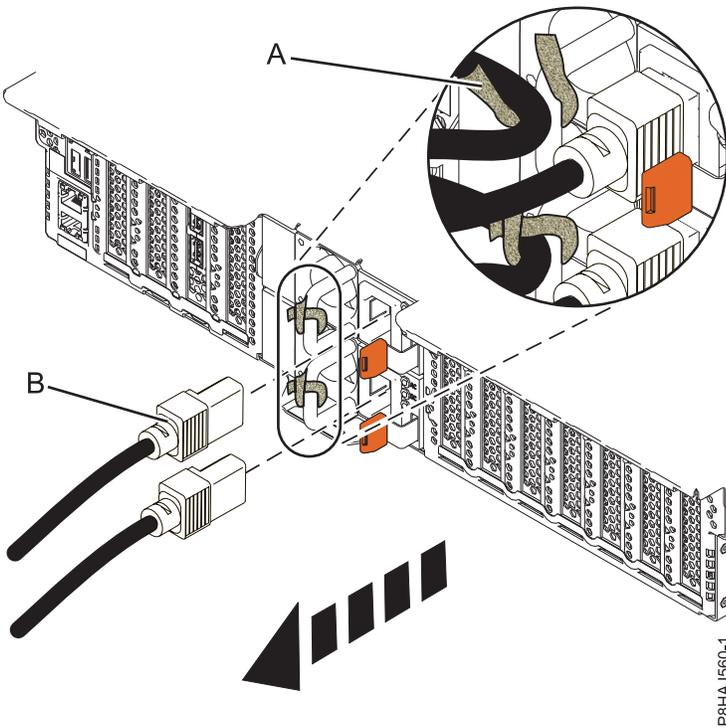
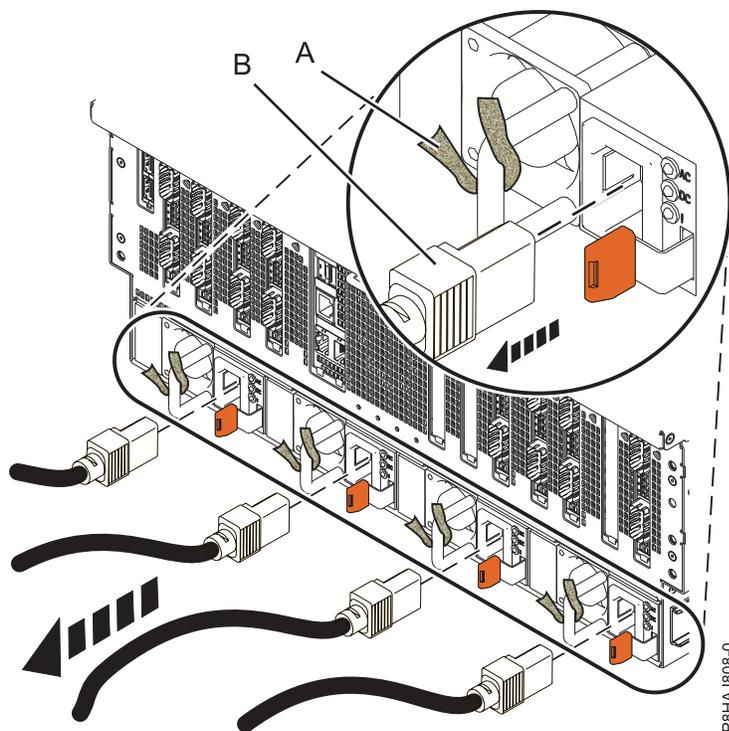

Abbildung 22. Netzkabel bei einem System vom Typ 5148-21L, 5148-22L, 8247-21L, 8247-22L, 8284-21A oder 8284-22A abziehen
Abbildung 23. Netzkabel bei einem System vom Typ 8408-44E oder 8408-E8E abziehen
3. Ziehen Sie die Netzkabel (**B**) von der Systemeinheit ab. Siehe Abbildung Abb. 21 auf Seite 42, Abb. 22 auf Seite 42 oder Abb. 23 auf Seite 43 (abhängig vom Systemtyp).